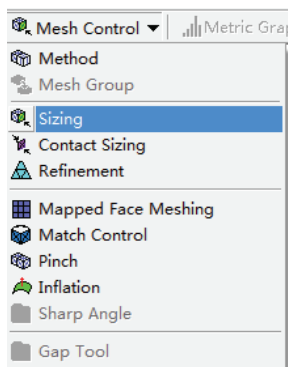

图 8-22 添加网格尺寸控制
- 2) 在 Mesh 上单击，在工具栏中选择 Mesh Control>Sizing，如图 8-22 所示，然后选择待划分的所有体，在细节窗口中的 Geometry 中单击 Apply 按钮，在 Element Size 后设置单元尺寸为 1mm，参数如表 8-1 所示。